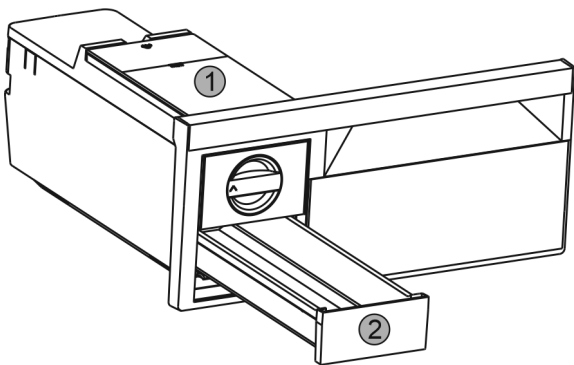

Fig. 46
- ▶ Wassertank Fig. 46 (1) und Eiswürfel-Schubfach Fig. 46 (2) entnehmen.